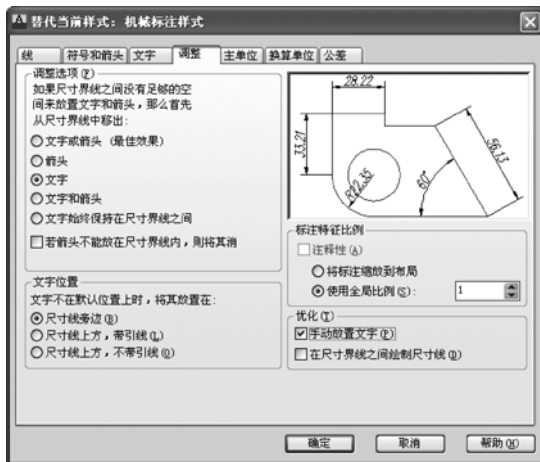

图 1-30 设置“调整”选项卡
1. 在“标注样式管理器”对话框的“样式”选项栏中选中“机械标注样式”，单击“置为当前”按钮，将“机械标注样式”设置为当前样式。单击“替代”按钮，弹出“替代当前样式”对话框后，打开“调整”选项卡，在该选项卡的“调整选项”选项栏中选中“文字”单选按钮，即当标注文字在尺寸界线内放不下时将置于尺寸界线外，此时如果箭头能在尺寸界线内放下就被置于尺寸界线内，否则置于尺寸界线外；在“优化”选项栏勾选“手动放置文字”复选框（同时取消勾选“在延伸线之间绘制尺寸线”复选框），即在放置标注文字时可根据具体情况人工调整其位置。“调整”选项卡的设置如图 1-30 所示。